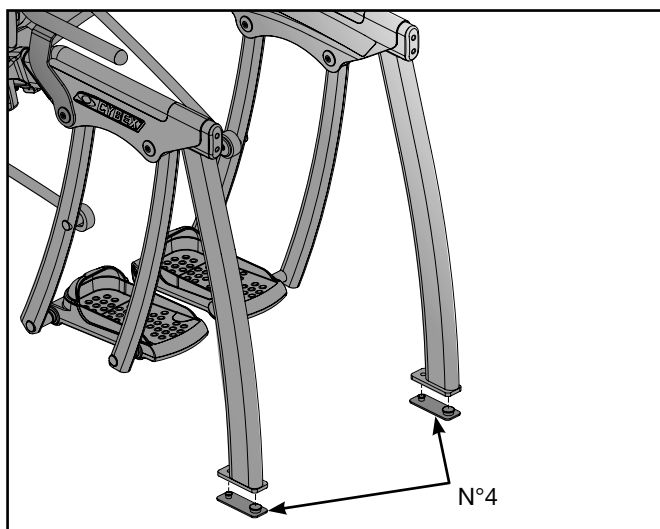

Figure 8
- A. Demandez à une personne de soulever la machine pendant qu'une autre place un patin (n° 4) sous chacun des deux pieds arrière. Reportez-vous à la figure 8.